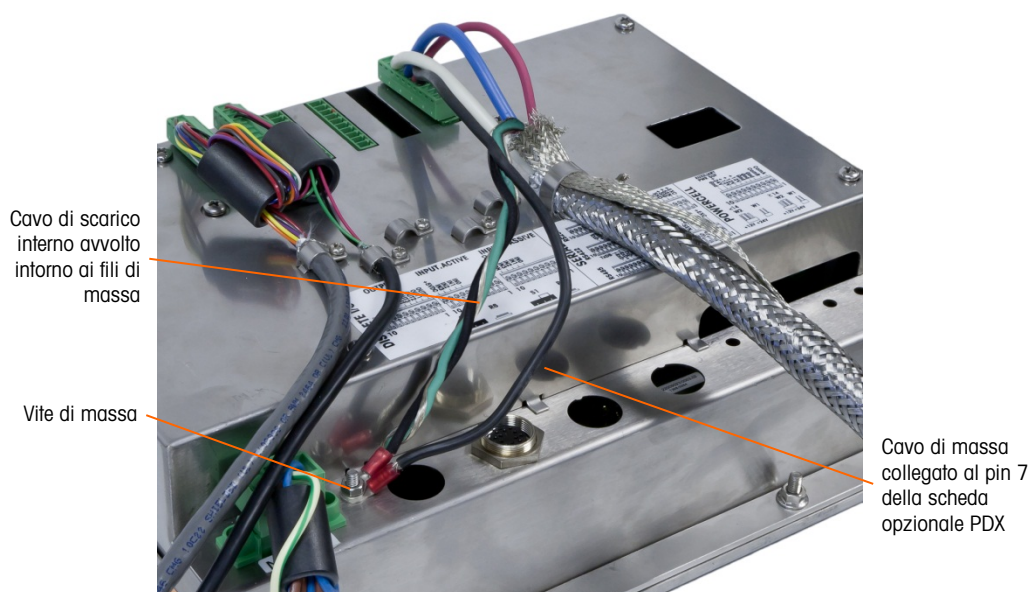

Figura 2-69: Collegamento a terra completato
6. Attorcigliare il filo di scarico interno del cavo generale con i cavi di massa nero e verde e fissare gli stessi alla vite di massa esterna come in Figura 2-69.